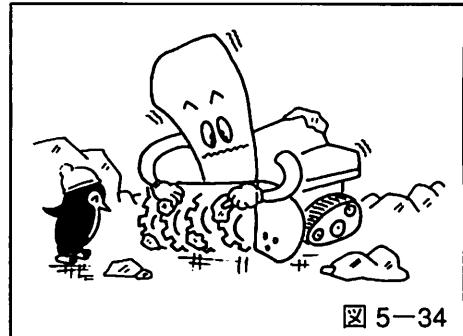

図 5-34
1. オーガケース内とプロワ部分の雪や氷などを丁寧に取り除いてください。(図5-34参照)